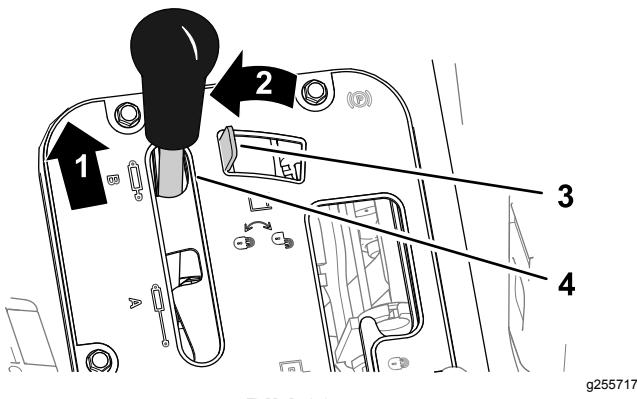
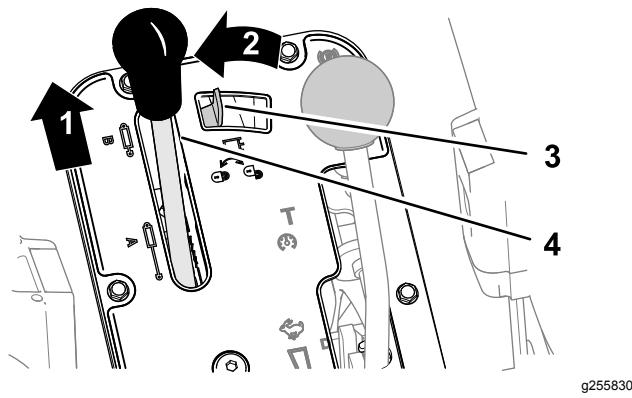

Bild 83
Bild 84
1. Drücken Sie den Hydraulikhubhebel nach vorne (Bild 83 oder Bild 84).
2. Schieben Sie die Hydraulikhubsperrhebel nach links, um die Sperrhebel zu aktivieren (Bild 83 oder Bild 84).